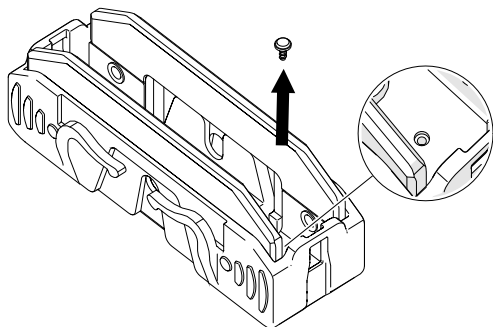
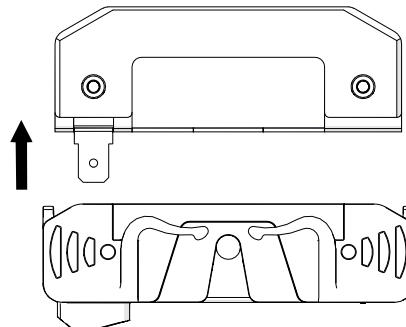

Abb. 158: Schraube STS-plus 1,4x4-T5 lösen
Abb. 159: Verschlissenen Schleifkontakt herausnehmen
- Schraube STS-plus 1,4x4-T5 mit einem Torx-Schraubendreher TX 5 herausdrehen (siehe Abb. 158) und verschlissenen Schleifkontakt entfernen (siehe Abb. 159).